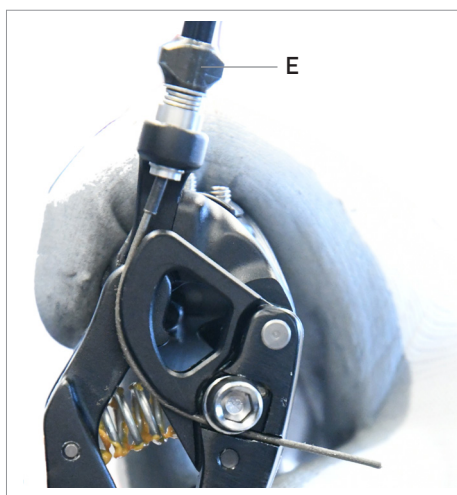

Fig.22
- Agite sul registro tensione cavo (E - Fig. 22), fino ad avere un allineamento perfetto tra la mezzeria della rotellina superiore e la mezzeria del 5° pignone.
- Se la centratura tra la mezzeria rotellina e la mezzeria del 5° pignone non fosse perfetta: girate in senso antiorario il registro (E - Fig. 22) per spostare il cambio verso l'interno o girate in senso orario per spostare il cambio verso l'esterno.